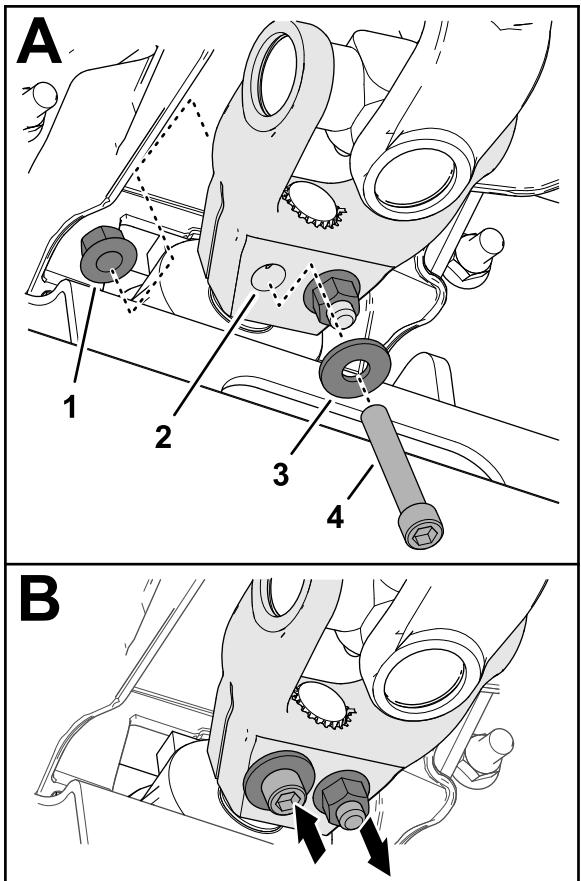

Figura 16
- Monte un tornillo de caperuza de cabeza allen ($\frac{3}{8}$ " x 2 $\frac{1}{4}$ ") a través de una arandela ($\frac{3}{8}$ ") y del taladro en la horquilla del árbol de transmisión (Figura 16) y fije el tornillo de caperuza con una contratuerca con arandela prensada ($\frac{3}{8}$ ").
- Monte un tornillo de caperuza de cabeza allen ($\frac{3}{8}$ " x 2 $\frac{1}{4}$ ") a través de una arandela ($\frac{3}{8}$ ") y del taladro en la horquilla del árbol de transmisión desde la dirección opuesta (Figura 16) y fije el tornillo de caperuza con una contratuerca con arandela prensada ($\frac{3}{8}$ ").